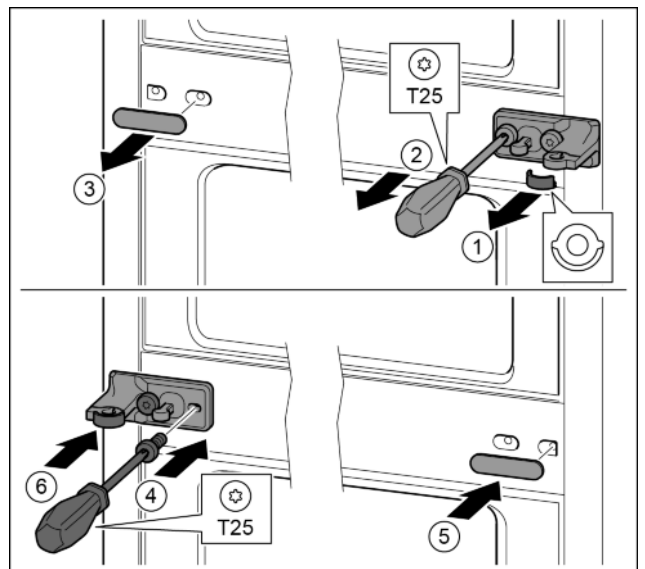

Fig. 29
- ▶ Húzza le a tárcsát. Fig. 29 (1)
- ▶ T25 csavarhúzóval tekerje ki a csavarokat. Fig. 29 (2)
- ▶ Óvatosan húzza le a fedelet. *Fig. 29 (3)*
- ▶ A csapágybakot a fóliával 180°-kal elfordítva erősen csavarozza fel a másik oldalra. *Fig. 29 (4)*
- ▶ A fedelet 180°-kal elfordítva szerelje a másik oldalra. *Fig. 29 (5)*
- ▶ A tárcsát előlről tolja be. *Fig. 29 (6)*